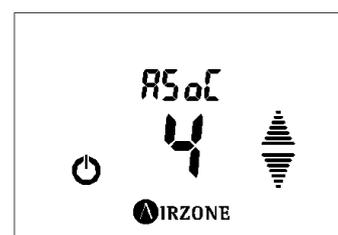

Fig. 79
- **Asociar un módulo de zona secundario:** Si desea añadir un módulo de zona secundario más, seleccione **RS0** y pulse el icono **AIRZONE** para acceder al menú de asociación (Fig.79). Si no le aparece esta opción significa que no hay salidas disponibles para asociar. El sistema muestra como módulos secundarios, los módulos configurados sin asociar a otra zona y sin termostato conectado, ya sea radio o cableado. Mediante las flechas \blacktriangle \blacktriangledown indique el valor que desea asociar y pulse **AIRZONE** para confirmar. A continuación, el menú le mostrará el valor de la siguiente salida disponible. Si le muestra el valor \square indica que no hay más salidas disponibles en el sistema.